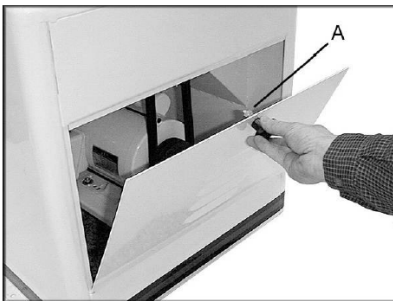

Рис. 8
Установите крышку, установив нижнюю часть панели в нишу в стенде и закрепив ее защелкой (Рис. 8).
2. Ослабьте шестигранную контргайку (А, Рис. 8). Поверните защелку на четверть оборота по часовой стрелке, чтобы затянуть, а против часовой стрелки - ослабить.
3. Затяните контргайку (А, Рис. 8).